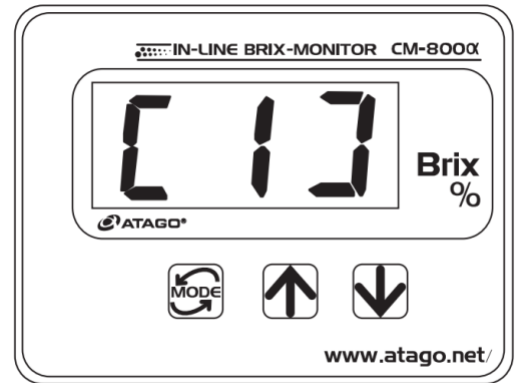

Fig.12-1
Une fois [0] affiché, appuyez une fois sur la touche  pour afficher [1] (Fig.12-1).
- ⑥ Appuyer sur  pour valider le réglage et l'affichage revient à [1] (Fig.12-1).
- ⑦ À chaque pression sur , l'élément de menu Affiché change dans l'ordre suivant : [2], [3], [4], [5], et Brix(%).